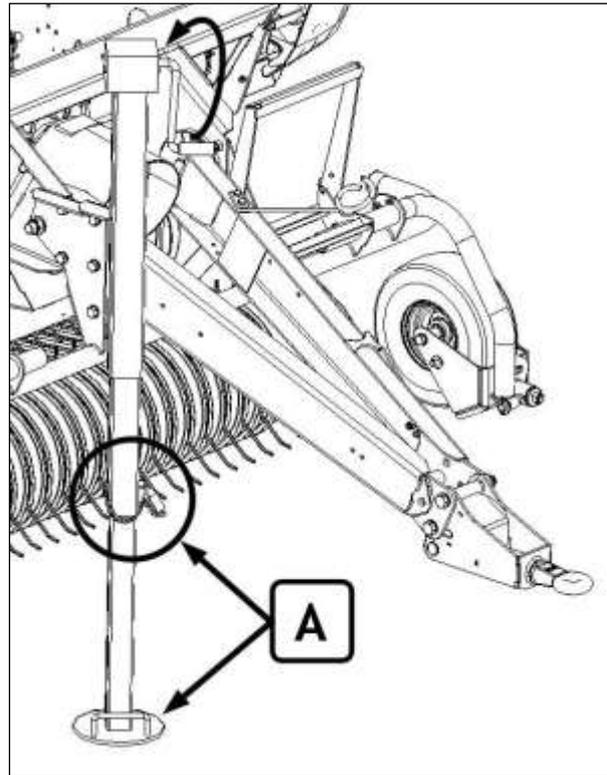

Fig. 19 - Pied d'appui
- Soulever le pied de stationnement par la manivelle, après que le même est libéré du terrain, positionner le défile du pied en position haute et la fixer par l'approprié pivot (Fig. 19, A) ;